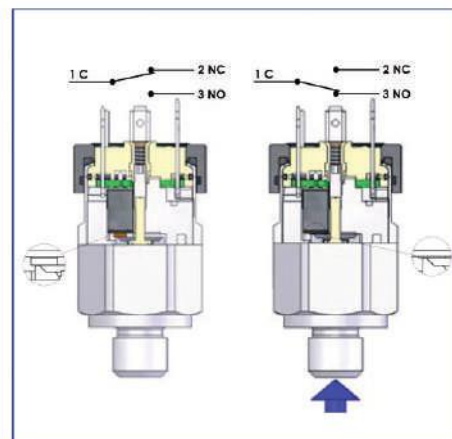

FIG. 3
- Nella versione con CONTATTI IN SCAMBIO (SPDT) di Fig. 3, la pressione esercitata dal fluido sull'elemento separatore, (membrana o pistone), determina invece la commutazione di un microswitch. In quest'ultima versione è possibile utilizzare indifferentemente sia i contatti N.C. che N.A. che entrambi.
- In the SWITCHING CONTACTS (SPDT) of Fig. 3 version, the pressure of the fluid on the separating element (diaphragm or piston) causes a microswitch to switch. Either NC or NO contacts, or both, can be used in this version.